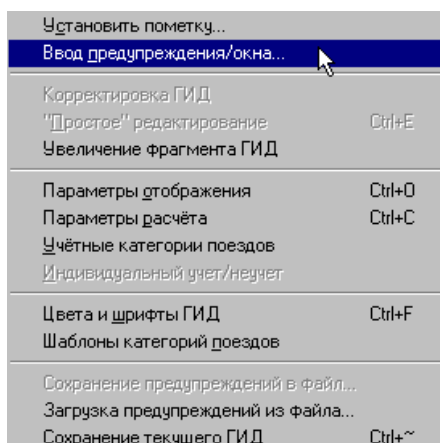

Рис. 28. Выбор команды «Ввод предупреждения / окна».
2. В появившемся вспомогательном меню выбрать команду «Ввод предупреждения / окна...» (рис. 28).